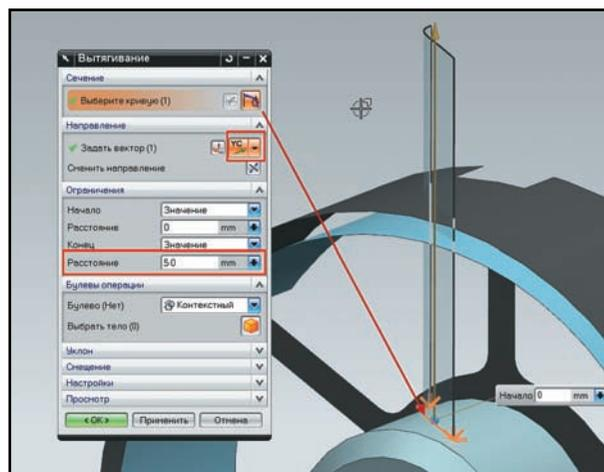

Рисунок 4.23. Создание лопасти
- Постройте одну лопасть вентилятора. Создайте элемент **Вытягивание** на основе спроецированной кривой вдоль оси Y, задав расстояние вытягивания 50–70 мм (рис. 4.23).